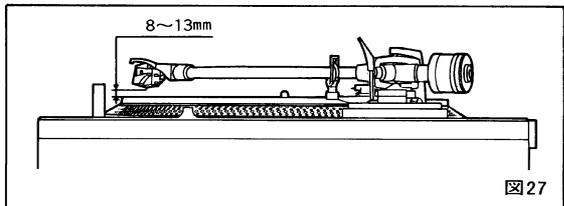

図27
■アームリフトの高さ調整(図27, 28)
アームリフトの高さ(キューイングレバーをあげて、針先とレコード面に生ずる間隔)は工場出荷時に約8~13mmの範囲で調整しています。(図27)